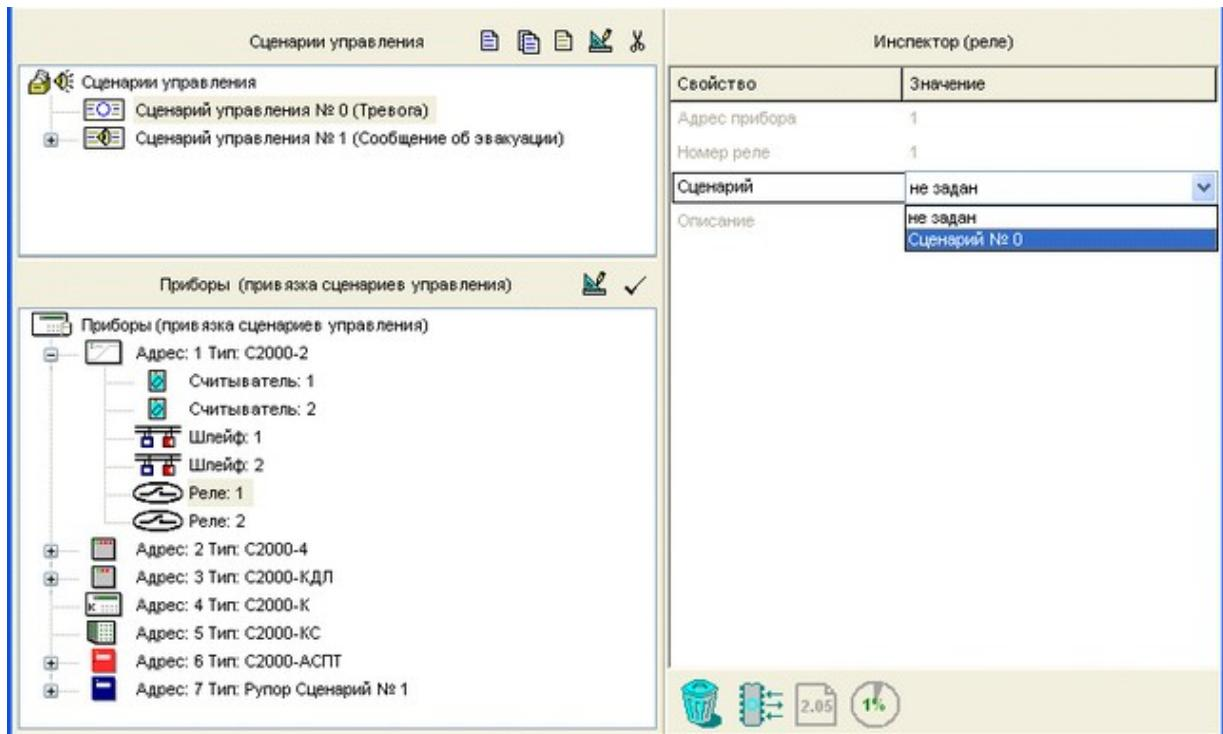

Рисунок 49
- Привязать создаваемый сценарий управления к нужному релейному выходу одного из приборов системы «Орион». Для этого следует в окне сценариев управления отметить нужный сценарий управления, затем в нижнем окне выбрать нужный релейный выход заданного прибора и либо нажать кнопку в палитре инструментов окна привязки, либо выбрать нужное значение параметра «Сценарий» в окне «Инспектор» (см. Рисунок 49). К одному сценарию управления можно привязать только один релейный выход, в то же время один сценарий управления может использоваться для нескольких исполнительных выходов, управляемых как одно целое.